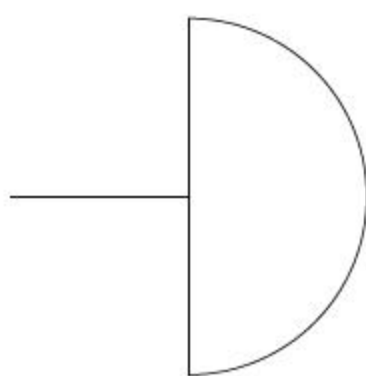

图8-120 修剪图形
- 03 调用TR【修剪】命令，修剪圆形，结果如图8-120所示。